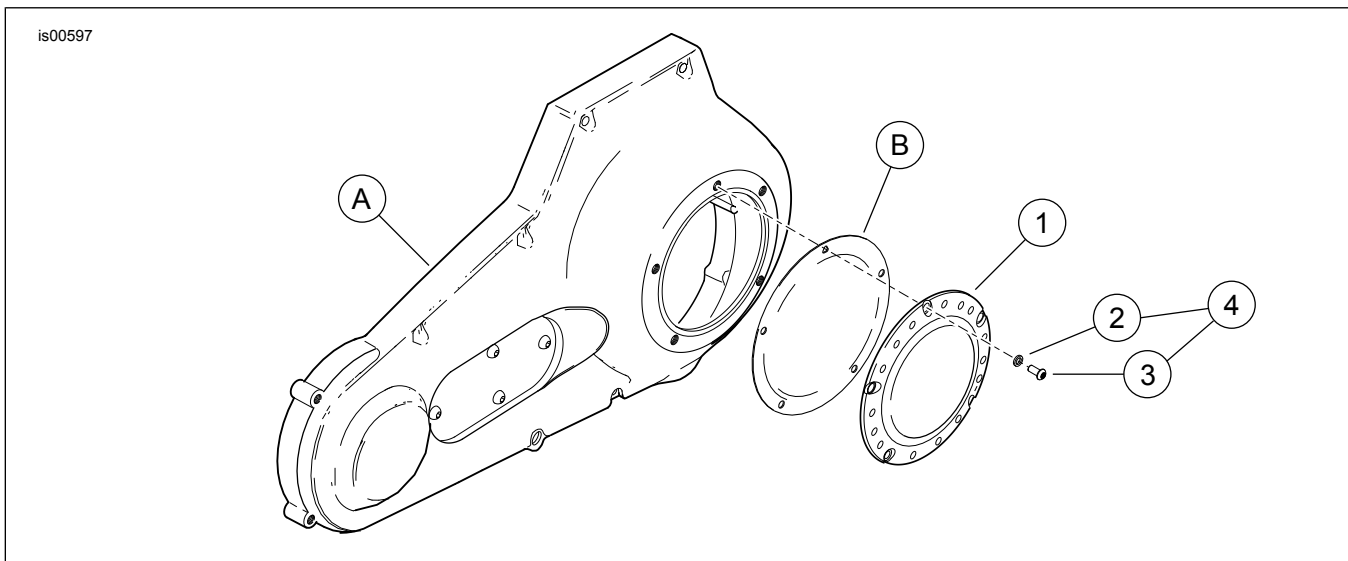

Figura 2. Piezas de servicio: kit de cubierta cromada de inspección del embrague Billet
Vea la Figura 2 y la Tabla 1.
- b. Vea la Figura 2. Coloque una arandela (2) del kit en la rosca de uno de los tornillos **nuevos** (3). Inserte la rosca del tornillo a través del agujero superior de la cubierta de inspección del embrague y cuidadosamente enrósquelo completamente a través del agujero triangular en la junta. No empuje el tornillo a través del agujero.